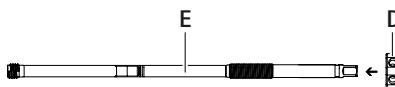

Fig. 11
- Avvitare il dado **D** sulla bussola interna **E**, vedere Fig. 11.